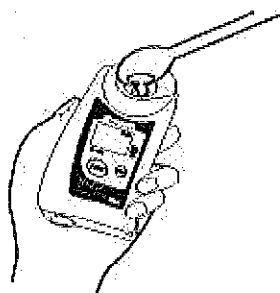

Рис. 13
(1) Очистите поверхность призмы
- (2) Поместите приблизительно 0,3 мл пробы на поверхность призмы (рис. 13 и 14)